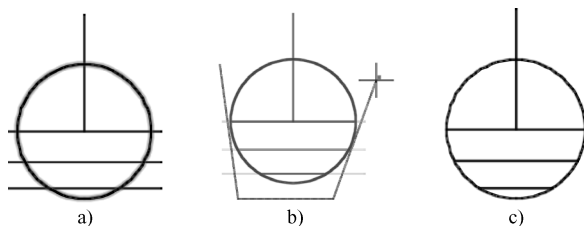

图 5-41 “栏选”修剪对象
- (1) 在选择对象时，如果按住〈Shift〉键，系统就会自动将“修剪”命令转换成“延伸”命令。“延伸”命令将在 5.5.3 节介绍。
- (2) 选择“栏选 (F)”选项时，系统以栏选的方式选择被修剪的对象，如图 5-41 所示。